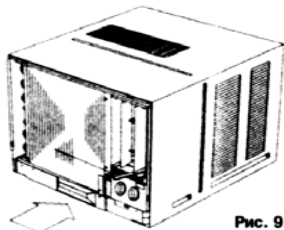

Рис. 9
6. задвиньте шасси блока внутрь корпуса (рис.9)